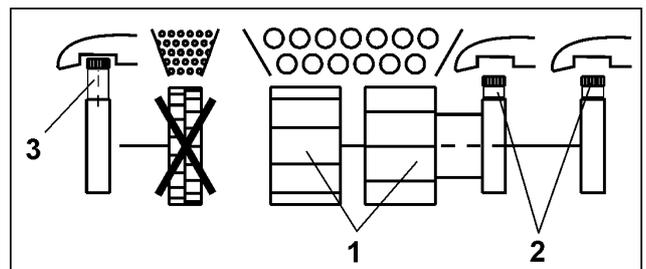

Fig. 62
Zur Aussaat mit beiden Hauptsärädern (Fig. 62/1)
- Rändelschrauben (Fig. 62/2) der Hauptsäräder einschrauben
- Rändelschraube (Fig. 62/3) des Feinsärades herausdrehen.